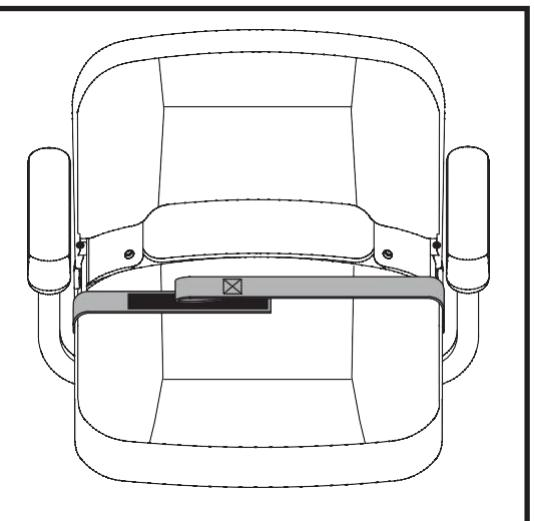

Figura 30. Cinturón de posicionamiento: estilo cierre de velcro adhesivo reutilizable
1. Alinee los dos lados del cinturón colocando el extremo de rizo directamente sobre el extremo más áspero («gancho») en la otra parte del cinturón. Presione con firmeza para sujetarlo. Ver Figura 30.